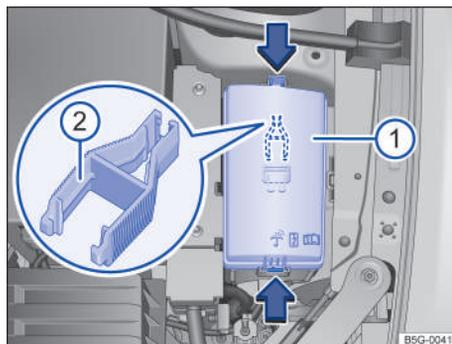

Fig. 207 En el compartimiento del motor: cubierta **①** de la caja de fusibles con pinza de plástico **②**.
- Presionar las trabas en el sentido de la flecha → **fig. 207 ①**, para desbloquear la cubierta de la caja de fusibles.
En el lado interno de la cubierta de la caja de fusibles en el compartimiento del motor puede haber una pinza de plástico → **fig. 207 ②** para retirar los fusibles.